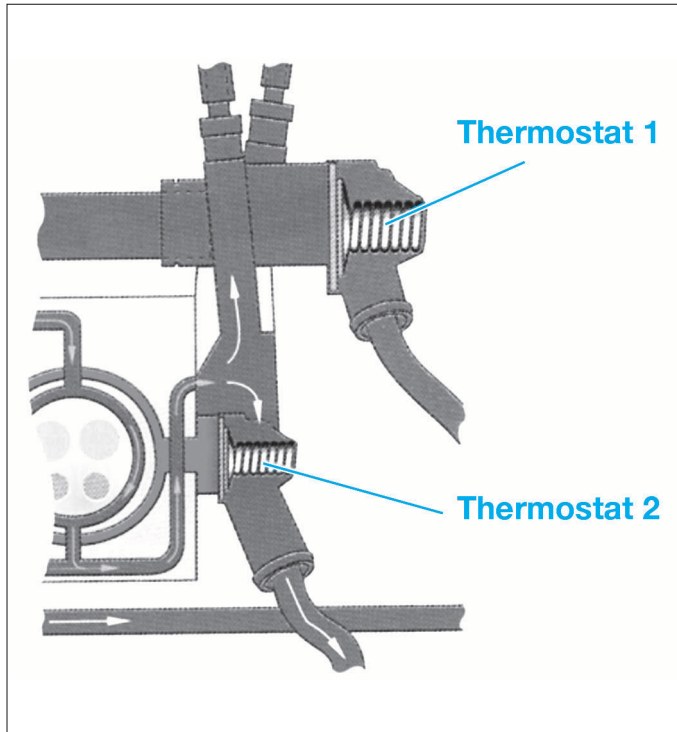

FIG. 7
Boîtier répartiteur équipé de deux thermostats. Un thermostat (1) pour la culasse et un autre (2) venant du bloc-cylindres (Fig.7).